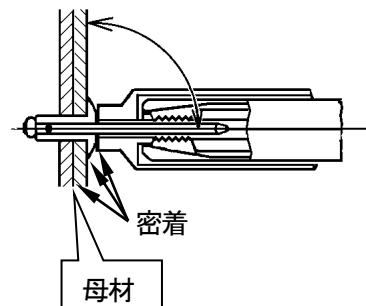

図5-4
- (3) リベットツールを母材に対し垂直に押しあて、締結される母材同士、リベットのフランジ及びノーズピースの各々が密着した状態にしてください。(図5-4)